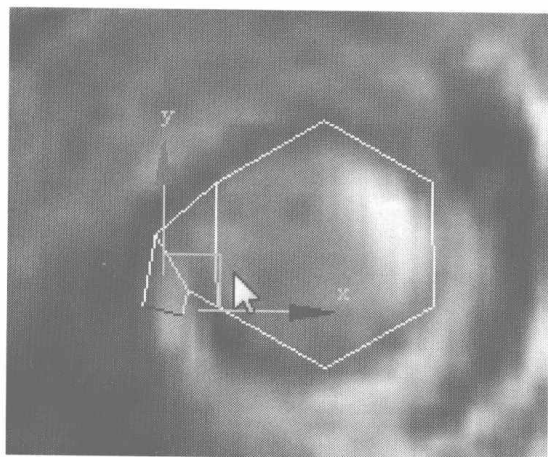
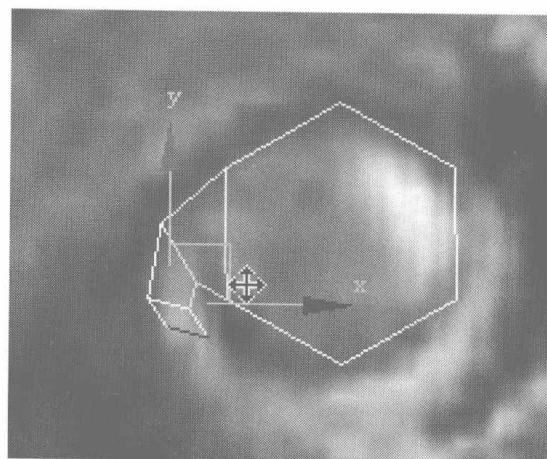
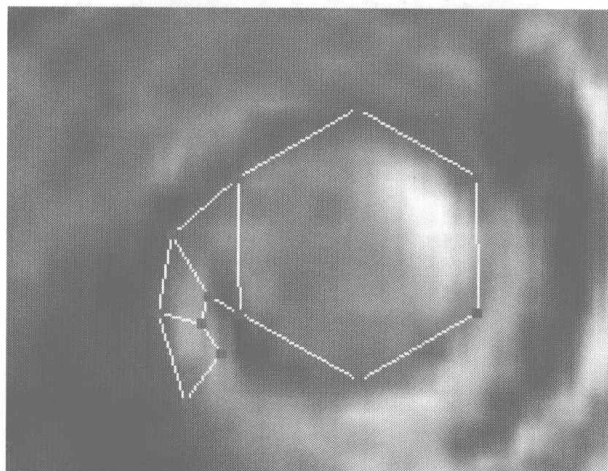

图 5.180
图 5.181
图 5.182
- 04** 选择如图 5.180 所示的曲线，按住 Shift 键向外拖动，复制出一个边沿，如图 5.181 所示。调整模型上的点到如图 5.182 所示的位置。